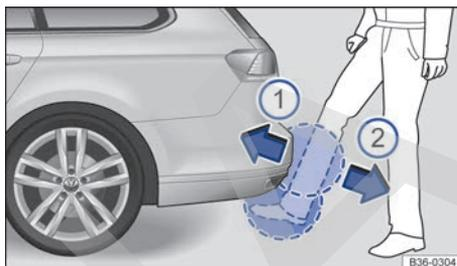

Fig. 83 Portón del maletero con apertura controlada por sensor (Easy Open).
- Con un movimiento rápido, acerque un pie y la parte inferior de la pierna al paragolpes. La parte inferior de la pierna tiene que acercarse a la zona superior del sensor, y el pie, a la zona inferior → fig. 83.